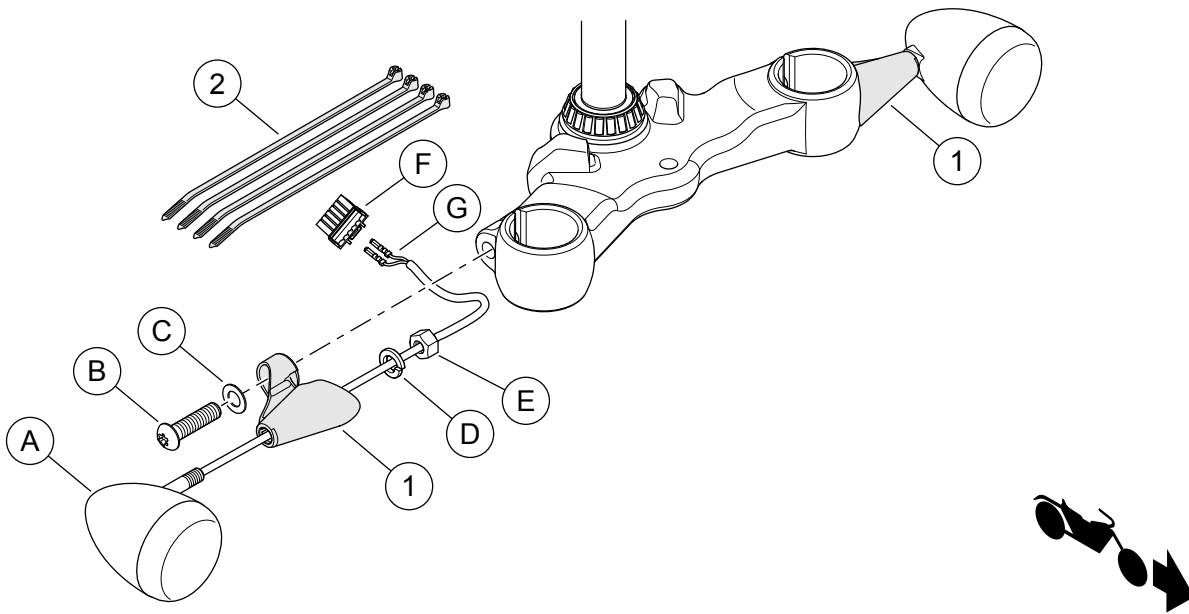

Abbildung 1. Ersatzteile: Vorderer Blinkerumbausatz – XL1200X
Siehe Abbildung 1 und Tabelle 1.
3. Siehe Abbildung 1. Steckverbindergehäuse (F) vom Blinkerbaugruppen-Kabelbaum entfernen. Die Lage von Kontakt (G) notieren. Siehe Werkstatthandbuch.
5. Die Mutter (E), Unterlegscheibe (D) und die Blinkerbaugruppe (A) von der Blinkerbefestigung der Originalausrüstung entfernen.
8. Siehe Abbildung 1. Die Blinkerbaugruppen-Kontakte (G) und Verkabelung durch die Blinkerbefestigung (1) verlegen.
9. Die Blinkerbaugruppe an der Blinkerbefestigung anbringen. Mit Sicherungsscheibe (D) und Mutter (E) befestigen. Auf ein Drehmoment von 16,3–21,7 N·m (12–16 ft-lbs) anziehen.
12. Die Blinkerverkabelung für jeden Blinker wie zuvor notiert zum Hauptkabelbaum verlegen. Verkabelung mit Kabelbindern (2) sichern.
13. Die Blinkerkabelkontakte (G) in das zuvor entfernte Steckverbindergehäuse gemäß Notiz einbauen. Siehe Werkstatthandbuch.